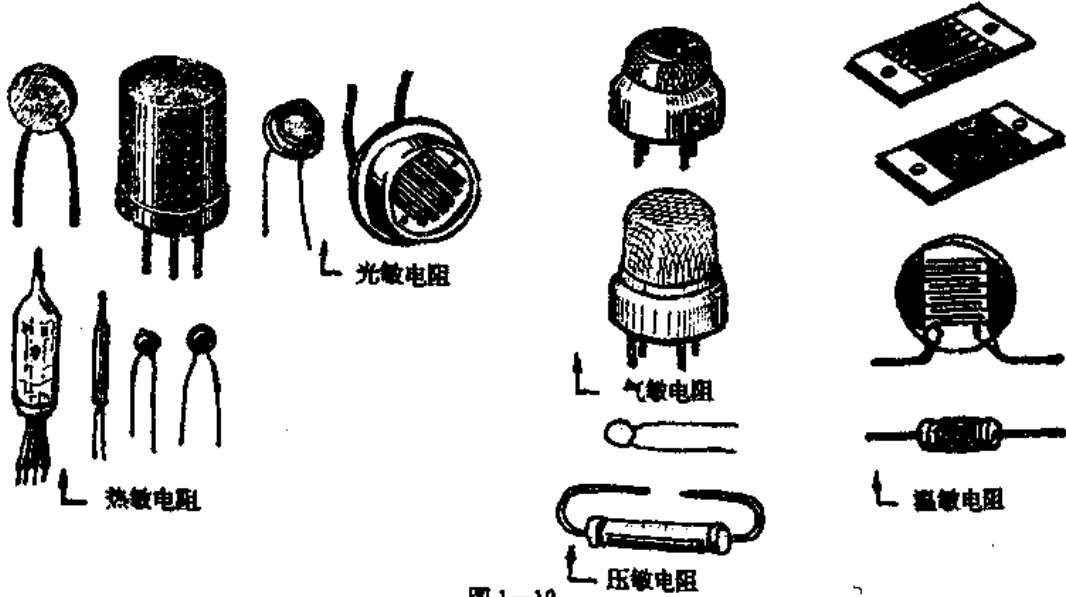

图1-10
1. 定义:电阻值跟随温度、光通、电压、机械力、磁通、湿度和气体浓度等的变化而变化的电阻称为敏感电阻器,如图1-10所示。